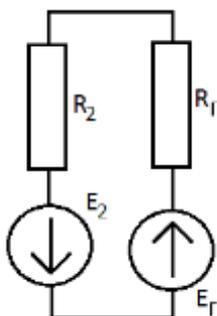

Рис. 157
1.5.4. Зная сопротивление генератора и его эквивалентную ЭДС, определяем неизвестный ток – рис. 157.